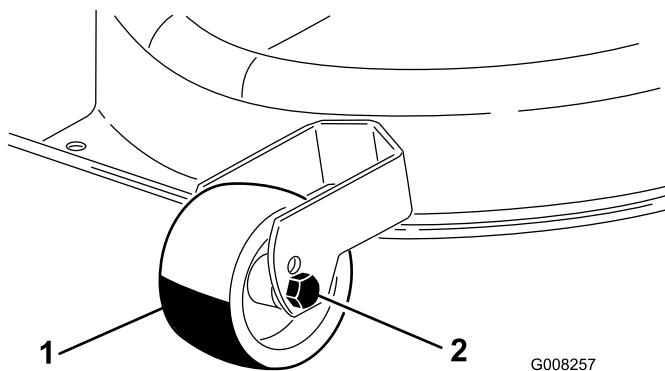

Figura 10
- Para utilizar los ajustes de altura de corte 1 ó 2, mueva las ruedas reguladoras a los taladros superiores (más altos) de los soportes de las ruedas (Figura 10).
- Para utilizar los ajustes de altura de corte 3 a 7, instale las ruedas reguladoras en los taladros inferiores (más bajos) de los soportes de las ruedas (Figura 10).